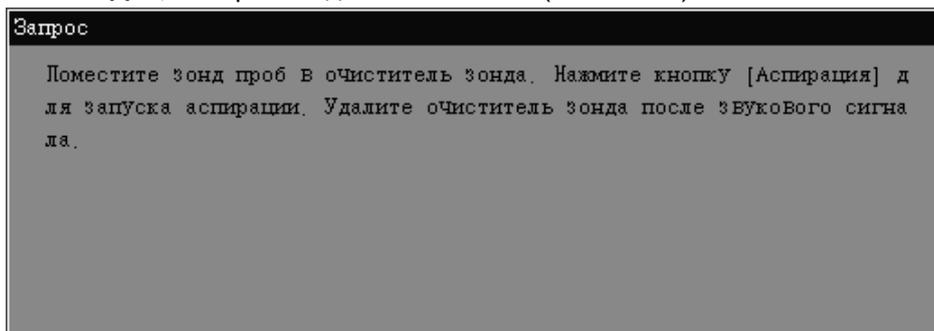

Рис. 10-12 Диалоговое окно
2. **НАЖМИТЕ «Да»**, и откроется диалоговое окно (Рис. 10-12).